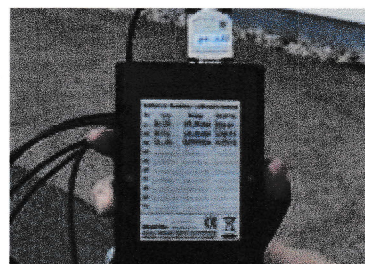

Bild Nr.3
- 6.2 Optisches- Anzeigendes- Prüfmittel, Auswertegerät GM 80 mit den Zugkraft- Miniatur- Sensor Typ K100 (siehe Bild Nr.3) verbinden.